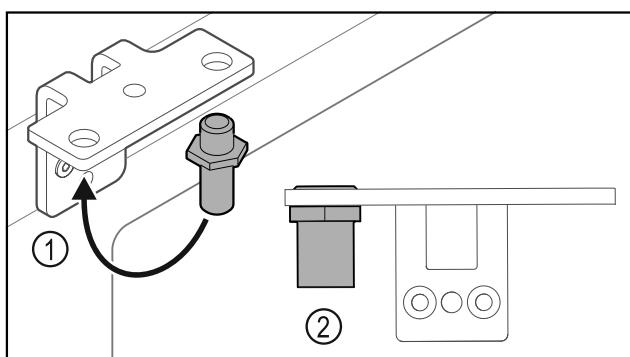

Fig. 37
- ▶ Premjestite svornjake Fig. 37 (1) u kutnim šarkama.
- ▶ Pritegnite svornjake Fig. 37 (2) **okretnim momentom od 12 Nm.**